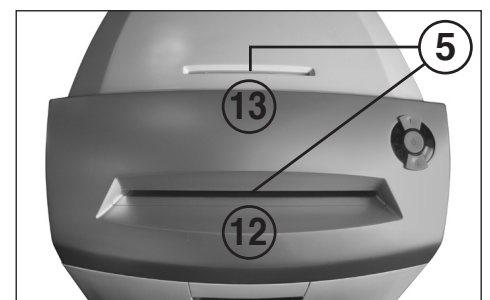

Рис. 3
5 = Световой затвор (движение вперед) (рис. 3)
12 = Шахта для ввода бумаги (рис. 3)
13 = Защищенная вводная шахта (рис. 3)
**Бумага** подводится к режущему устройству через шахту (12, рис. 3) для ввода бумаги.
Другие **носители информации** (CD, DVD или кредитные карточки) вводятся по одному в отдельную защищенную шахту (13, рис. 3).